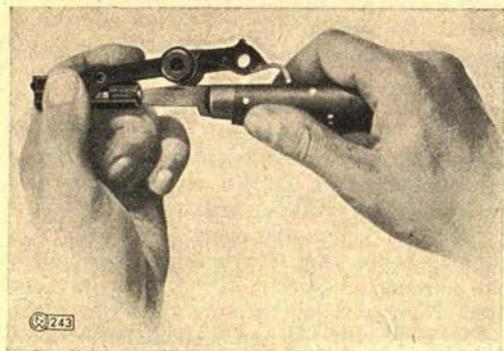

Fig. 15
- Zerlegen der Schlagvorrichtung (Fig. 15):
- Zusammensetzen der Schlagvorrichtung (Fig. 15):